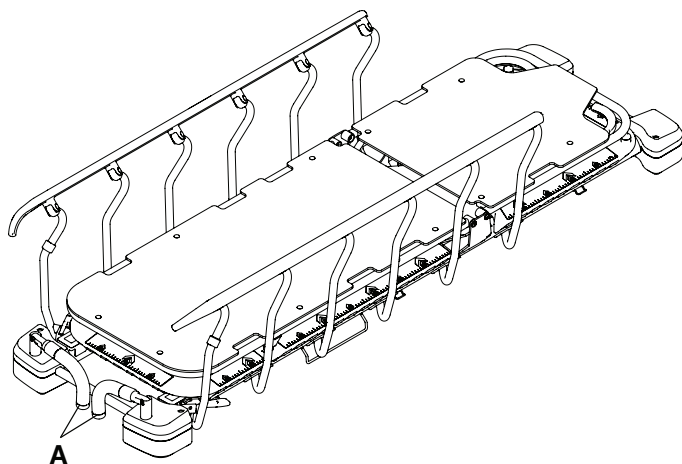

Figura 10 – Ripiegamento delle maniglie di spinta del lato piedi
4. Eseguire queste operazioni in senso inverso per ripiegare le maniglie di spinta del lato piedi (A) (Figura 10).